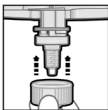
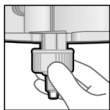

Fig. 3
Fig. 4.1
5. Se a ponta misturadora estiver corretamente posicionada (Fig. 3), empurre o anel de fixação até constar na ponta misturadora e gire-o para a direita (1/4 de volta) até estar seguramente travado (Fig. 4.1, 4.2, 5)